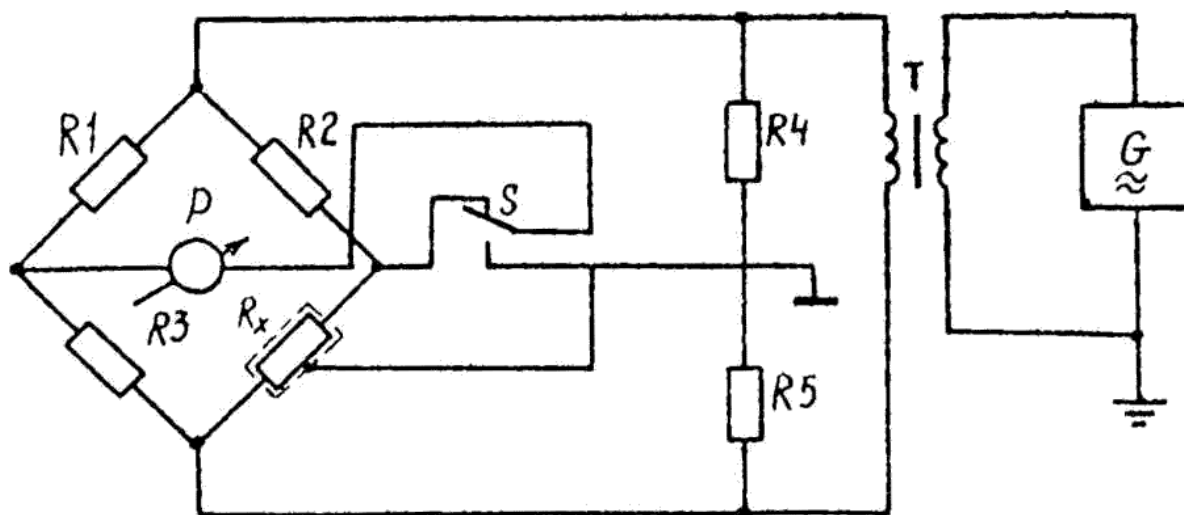

Fig.1. Schema de conectare cu trei clemă a magazinului ProfKiP P40101: R1, R2, R3 - umeri de punte;
4.1.2.7. Cu comutare cu trei cleme a decadelor individuale cu alimentarea cu protecție potențialul de pe ecran (ecranul este conectat la ramura de protecție a circuitului de măsurare, de exemplu, așa cum se arată în Fig. 1), constantele de timp ale rezistențelor incluse nu depășesc valorile determinate de formula (1):